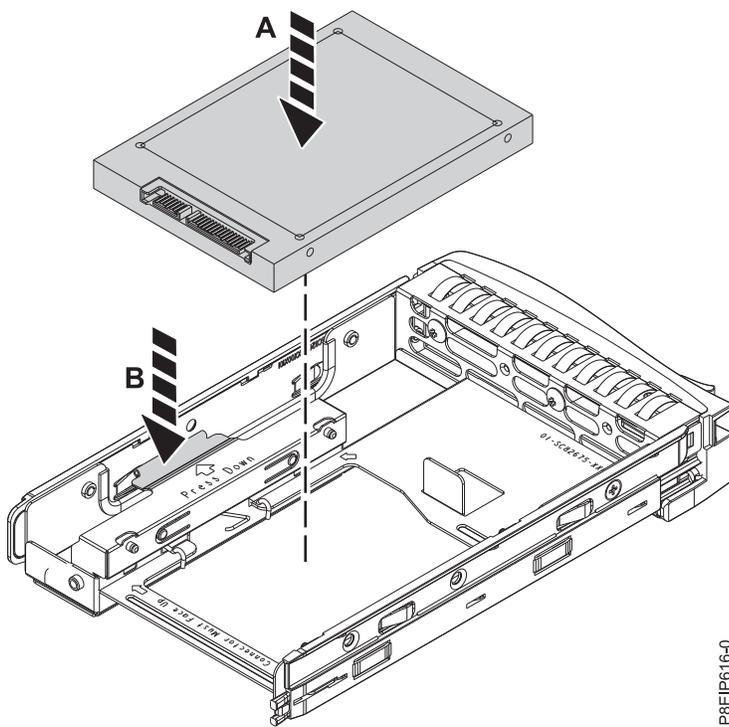

図 18. トレイへの 2.5 型ドライブの取り付け
- b. 保持スプリング **(B)** を開きます (22 ページの図 18 を参照)。